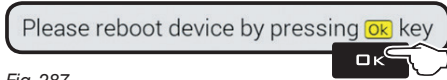

Fig. 287
- Meddelandet i Fig. 287 visas när processen är avslutad. Starta om enheten genom att trycka **OK**.